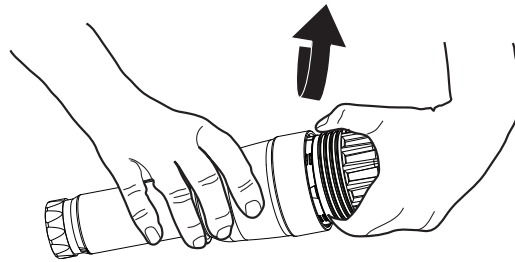

Figura 11
3. Enrosque el ensamblaje de copa en el tubo de extensión exterior. (Ver Figura 11).